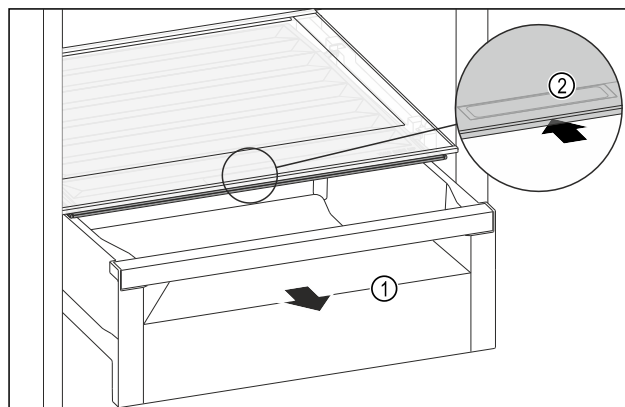

Fig. 169
- Tërhiqni jashtë sirtarin Fig. 169 (1).
► Kapni dorezën e futur Fig. 169 (2) në kapakun e ndarjes dhe në të njëjtën kohë shtyni për prapa kapakun e ndarjes.